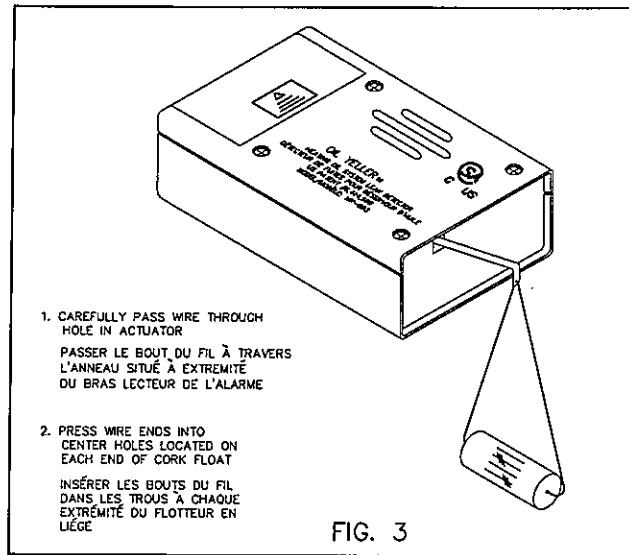

FIG. 3
4. Installation d'alarme : Passer le bout du fil de support à travers l'anneau situé à l'extrémité du bras lecteur de l'alarme. Installer le flotteur en passant chaque extrémité du support dans les trous. Le flotteur devrait suspendre librement en position horizontale. Figure 3.